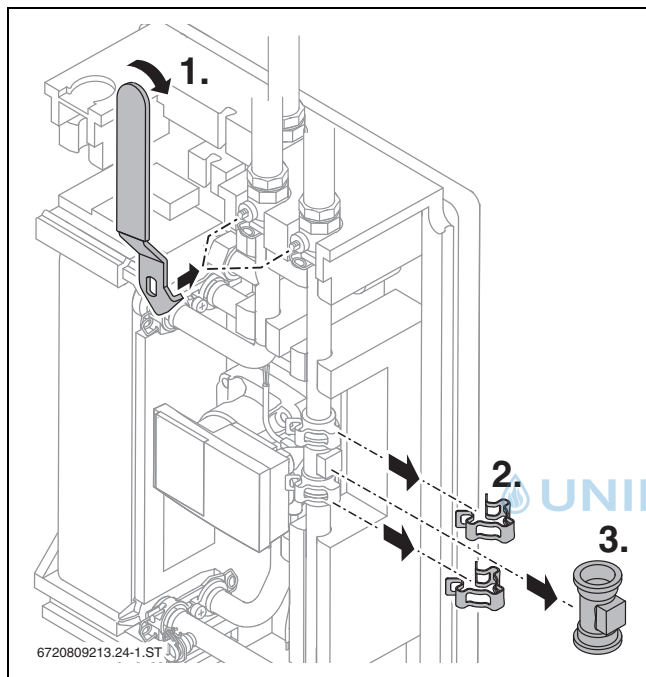

Bild 37 Volumenstromfühler demontieren
1. Kugelhähne Kalt- und Warmwasser (und Zirkulation, wenn vorhanden) schließen (→ Bild 37).